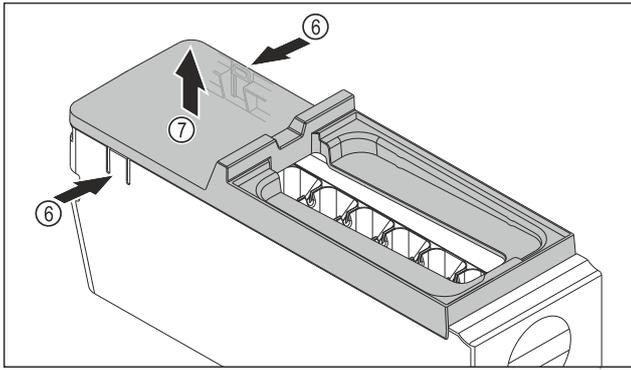

Fig. 88
- ▶ Abdeckung des EasyTwist-Ice-Korpus entnehmen: Laschen Fig. 88 (6) an den beiden Seiten des EasyTwist-Ice-Korpus mit einer Hand drücken.
- ▶ Abdeckung Fig. 88 (7) mit der anderen Hand nach oben entnehmen.